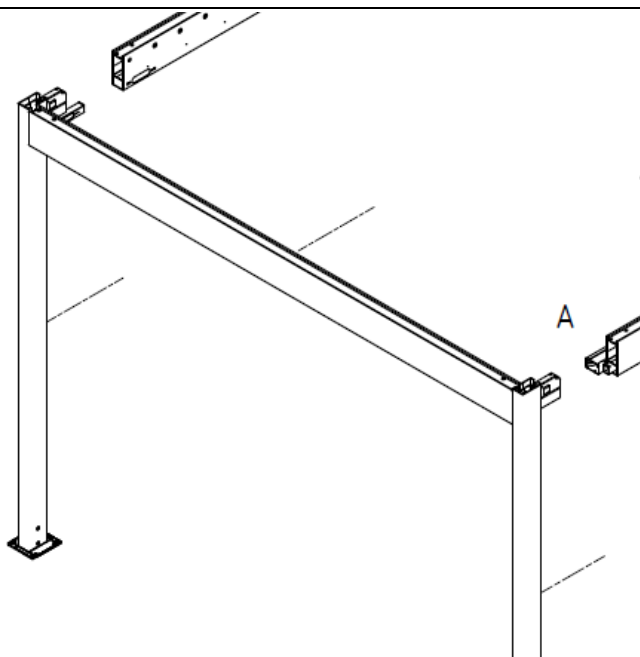

Abbildung 22
15. Auf die freien Enden der Längsträger einen zweiten Querrahmen aufschieben (Abb. 22).